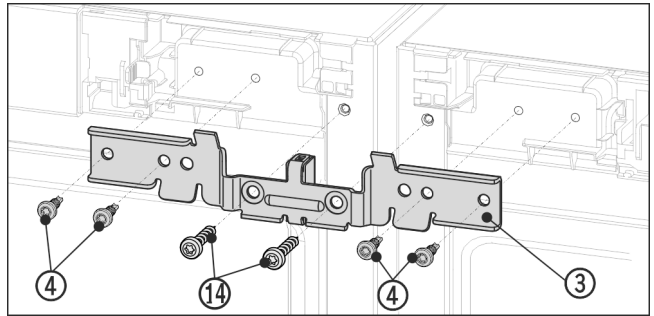

Fig. 13 Illustrationen är ett exempel
- Tryck in vinkel Fig. 13 (3) och distansstycke mellan apparaterna och mot stiften. Skruva fast vinkeln med de fyra skruvarna Fig. 13 (4) och de tidigare losskruvade jordskruvarna Fig. 13 (14) växelvis till höger och vänster så att de sitter löst.